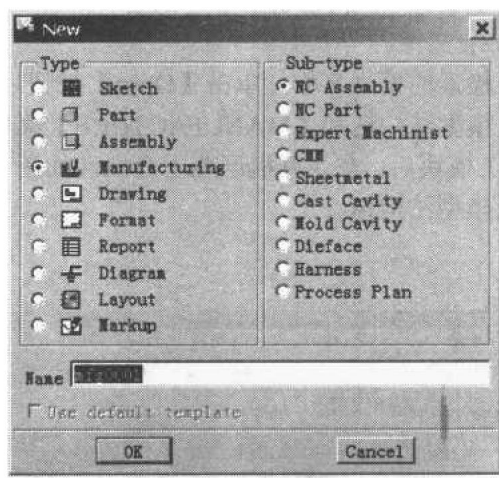

图1.1 【New】对话框
1. 从 Pro/ENGINEER 主菜单中, 选择【File】→【New】选项, 或者单击相应的图标。系统显示如图 1.1 所示的【New】对话框。